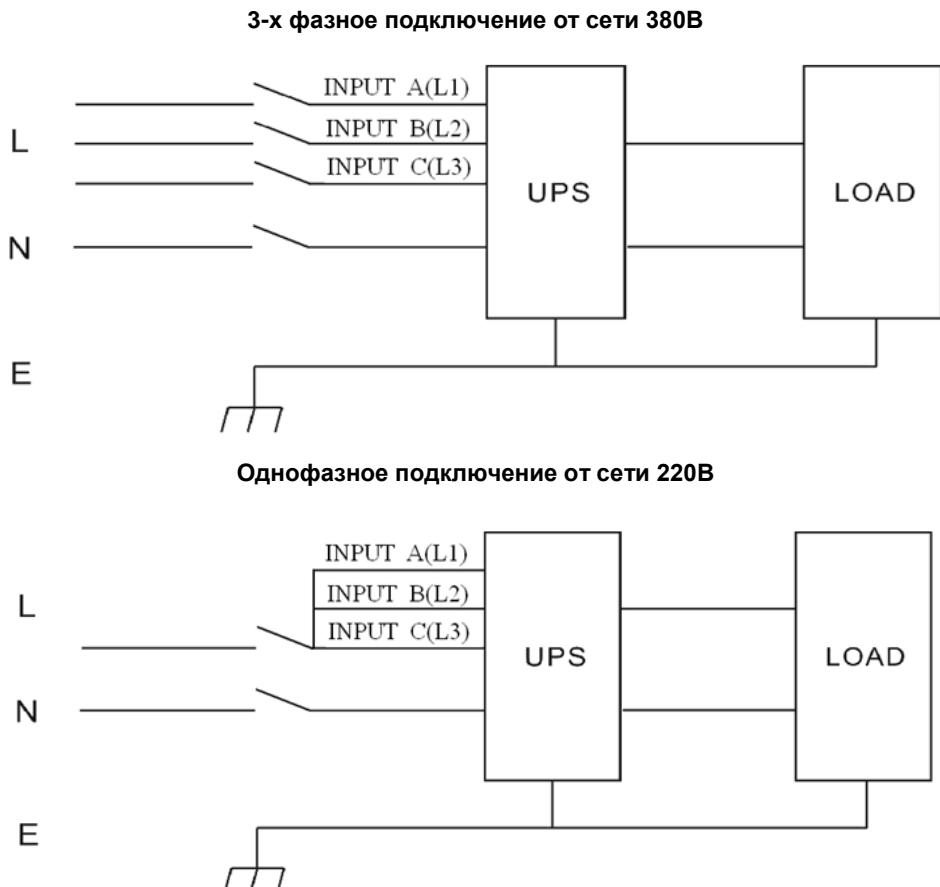
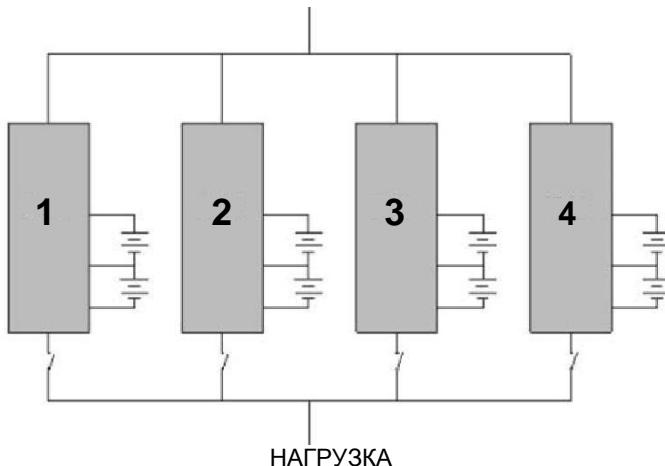

Рисунок 25 – подключение ИБП к сети 380В/220В
Рисунок 26 - Схема подключения изделий в систему параллельного резервирования
**Изделие может функционировать** в системе бесперебойного питания с параллельным резервированием (см. рисунок 25 и рисунок 26), целью которого является либо повышение надежности (резервирование), либо увеличение общей выходной мощности (масштабирование).